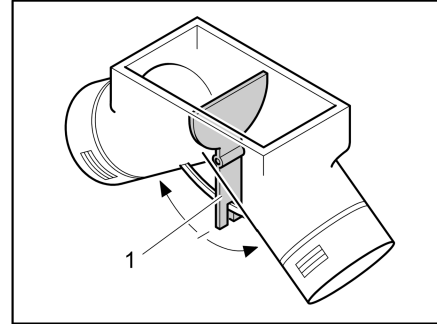

Bild 111 Umluftgebläse, Einstellklappe in Mittelstellung
In Mittelstellung verteilt sich die Warmluft gleichmäßig auf die beiden Warmluftausgänge. Der Bedienelement (Bild 111,1) für die Einstellklappe ist unter der Bodenklappe im Kleiderschrank eingebaut.
- Bedienelement (Bild 111,1) in Pfeilrichtung schieben, bis gewünschte Position erreicht ist.